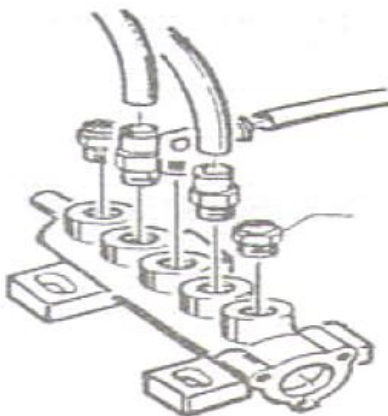

Рис. 11
- ф. Для раскрытия/сведения кулачковых зажимов (см. рис. 11) выполнить следующее: